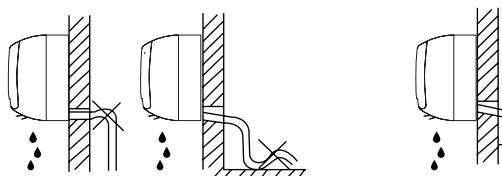

Рис. 5
- Проведите дренажный шланг с уклоном наружу. Не допускайте ошибок, показанных на рис. 5.